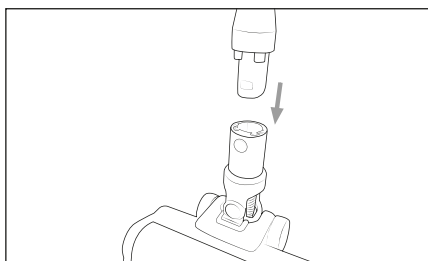

Fig. 2
- 2) Împingeți țeava de aspirare 23 în peria pentru podea 20 până se fixează în poziție cu un clic sonor (a se vedea fig. 2). Alternativ, puteți conecta peria pentru podea 20 cu aparatul și fără țeava de aspirare 23.